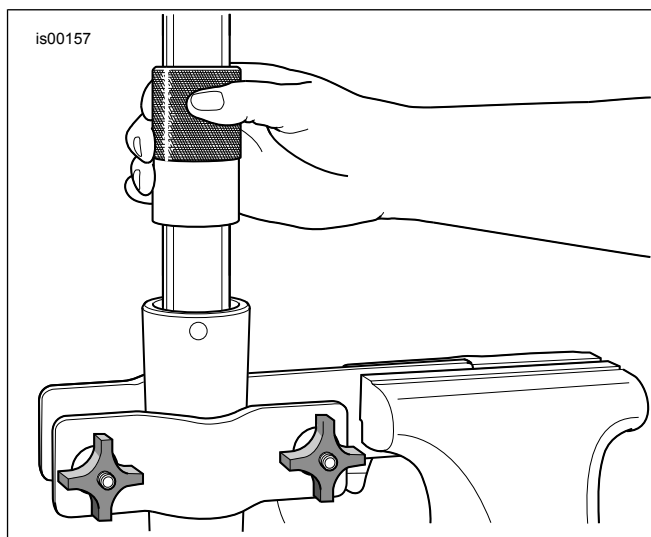

Figura 7. Instalación del sello de aceite de la horquilla
12. Recubra Diámetro interior (ID) and Diámetro exterior (OD) del diámetro interno del buje del deslizador (E) con aceite limpio de la horquilla.
14. Deslice el sello del espaciador (D) por el tubo de la horquilla hasta que haga contacto con el buje del deslizador (en cualquier dirección).
15. Cubra el ID del **nuevo** sello de aceite de la horquilla (4) nuevo con aceite para horquillas limpio.
18. Figura 7 Obtenga la herramienta para sello/buje de horquilla (HD-45305) y proceda de la siguiente manera:
- b. Figura 7 Utilizando la herramienta como un martillo deslizante, empuje el sello de aceite de la horquilla (con el sello del espaciador y el buje del deslizador) por el tubo de la horquilla, hasta que la ranura de la presilla de retención quede visible en el diámetro interior del deslizador de la horquilla.